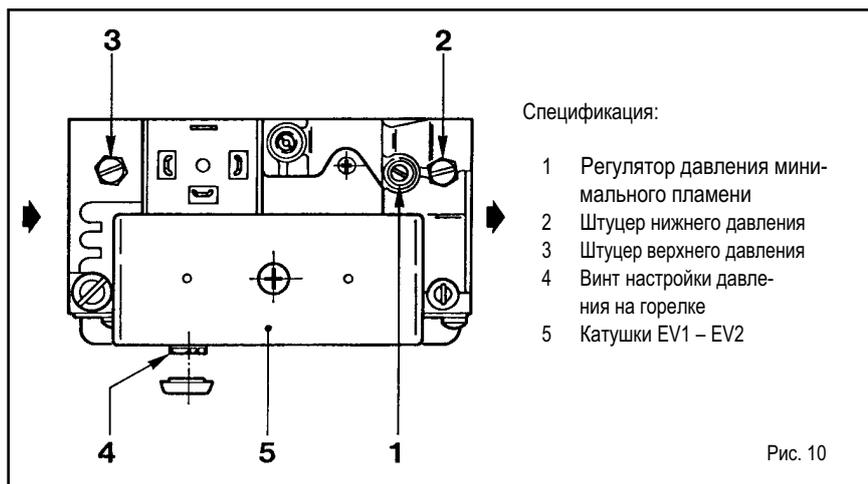
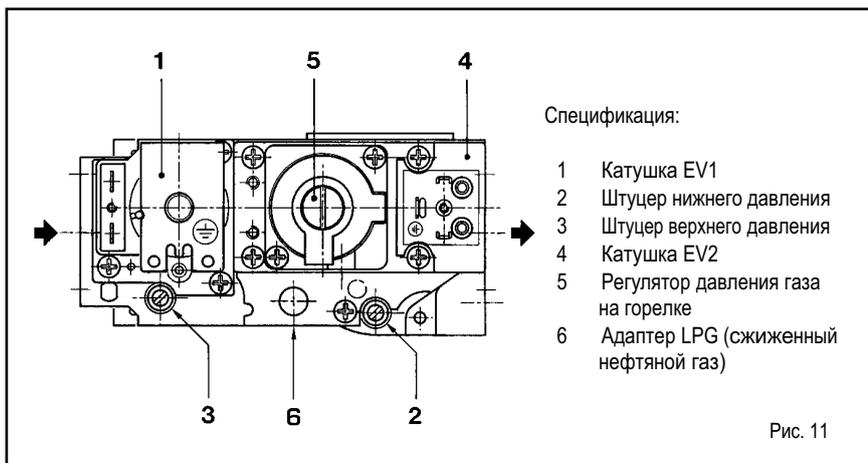

Рис. 10
Рис. 11
Котлы "RX 19÷26", с электронным розжигом, фабрично комплектуются газовым клапаном SIT 830 TANDEM (рис.10). При первом запуске котла рекомендуется продуть подводящий газопровод через штуцер верхнего давления клапана (3). Для настройки давления газа на горелке снимите колпачок, установленный на регуляторе давления (4). Регулировка осуществляется при помощи винта, находящегося под колпачком. Для увеличения давления, подаваемого на горелку, поверните винт по часовой стрелке, для уменьшения - против часовой стрелки.
Котлы с электронным розжигом "RX 37÷55" фабрично комплектуются газовым клапаном HONEYWELL VR4605C (рис.11). При первом запуске котла рекомендуется продуть подводящий газопровод через штуцер верхнего давления клапана (3). Для настройки давления газа на горелке снимите колпачок, установленный на регуляторе давления (5).
- Удалите колпачок, установленный на регуляторе давления, и завинтите до упора винт регулирования (4 рис. 10 и 5 рис. 11).
- Установите на клапане адаптер (6 рис. 11).